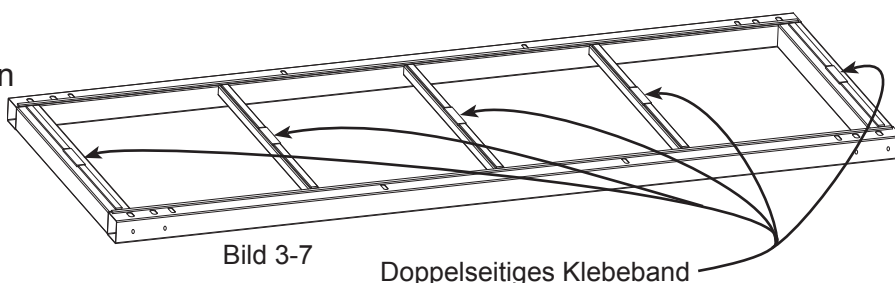

Bild 3-7
**3-1-C :** Vor dem Auflegen der Tischoberfläche auf der Tischkonstruktion, entfernen Sie die Sicherung des doppelseitigen Klebebandes, das sich in der Mitte der Tischkonstruktion befindet. Siehe Bild 3-7.